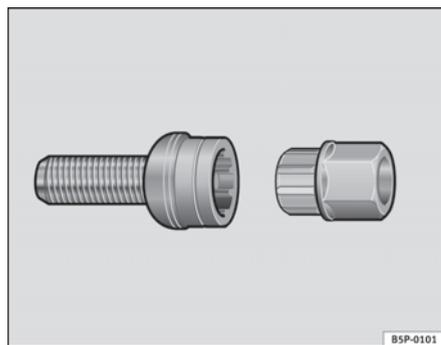

Fig. 179 Parafusos anti-roubo das rodas
- Colocar totalmente o adaptador no parafuso anti-roubo da roda ⇒ fig. 179.